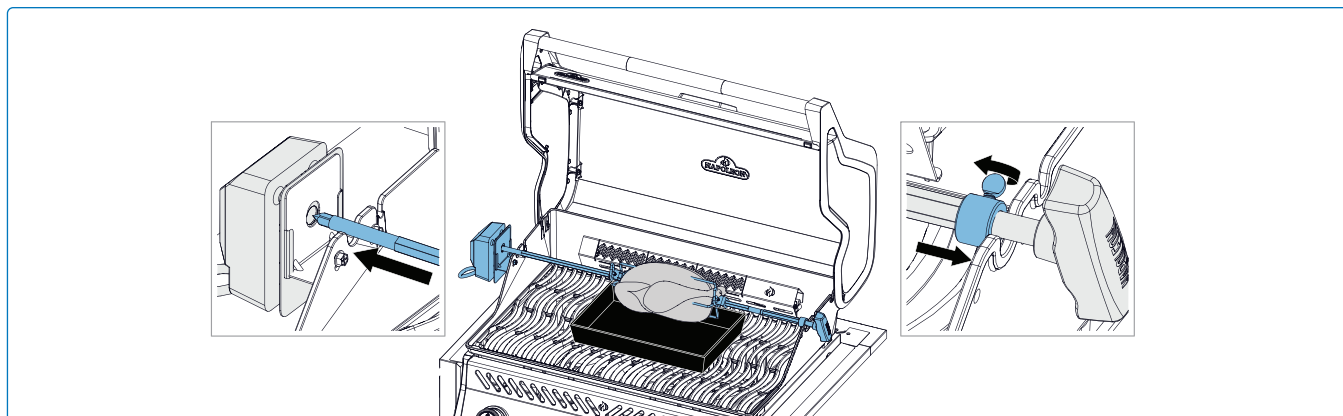

Рис. 5
4. Осторожно вставьте заостренный конец шампура в мотор вертела, а противоположный конец положите на держатель. Тяжелая сторона мяса естественным образом будет свисать вниз (**Рис. 5**).
5. Наденьте стопорную втулку на шампур до тех пор, пока она не пройдет внутрь очага. Это предотвратит боковое перемещение вертела (**Рис. 5**).
6. Затяните стопорную втулку и ручку шампура. Поставьте металлическую посуду под мясо для сбора жира (**Рис. 5**).